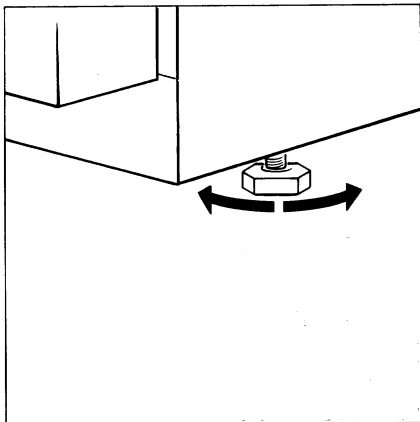

Fig. 2
- ❑ Plaats het apparaat op een vlakke en stevige vloer. Door middel van de twee verstelbare voetjes aan de voorkant van het apparaat kunt u het apparaat waterpas opstellen. Draai de voetjes los of vast, totdat u het gewenste resultaat bereikt hebt (**Fig. 2**).